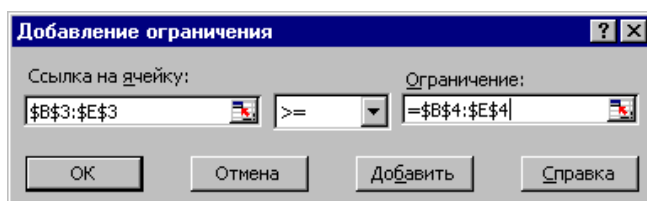

Рис.1.7. Добавление условия неотрицательности переменных задачи (1.1)
8. Нажмите кнопку "Добавить", после чего появится окно "Добавление ограничения" (рис.1.7).